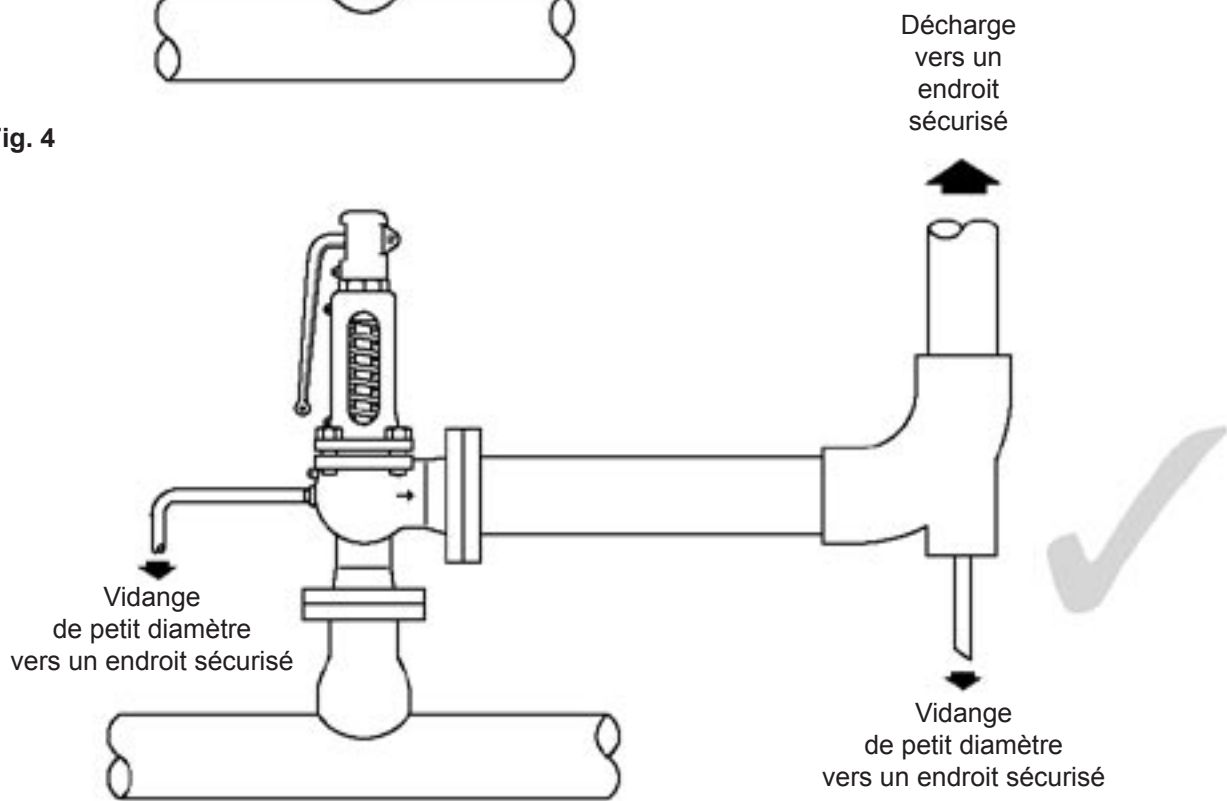

Fig. 5
- 6.8 Pour la vapeur ou l'air, la ligne de décharge doit être verticale et munie d'une vidange de petit diamètre pour éviter l'accumulation d'eau dans celle-ci (fig. 5). Cette ligne de décharge doit être dirigée vers un endroit sécurisé.